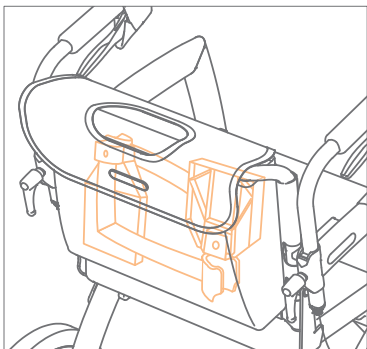

Abbildung 48: Spiegelverkehrte Aufbewahrung der Fußstützen.
- a. Entfernen Sie die Fußstützen. Lassen Sie sie nach oben gleiten, bis sie aus den Fußstützenhaltern herauskommen. Bewahren Sie sie in der Rollstuhltasche spiegelverkehrt auf (Abbildung 48).